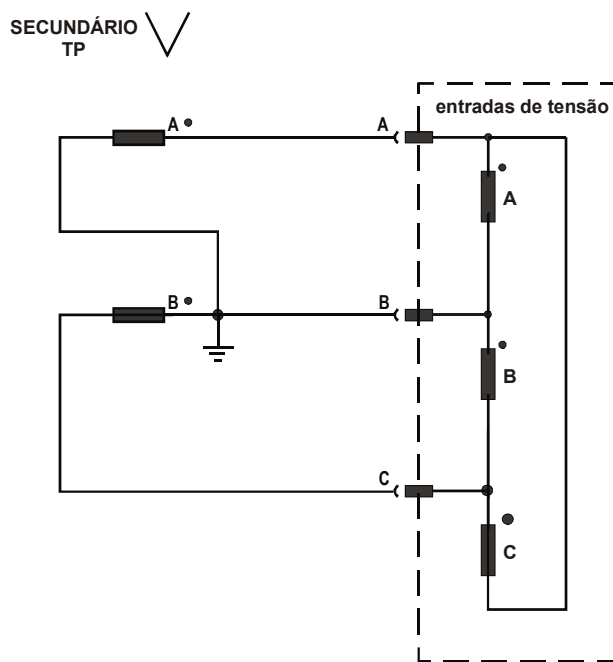

Figura 4 : Secundário do transformador de potencial ( TP ) fechado em delta aberto \_V
- secundário do transformador de potencial ( TP ) fechado delta aberto -  $V$  ( vide figura 4 ) .